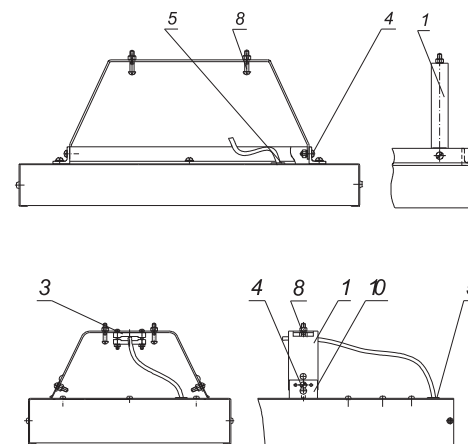

Рис. 4. Монтаж обогревателей IRH-3 и IRH-4
6.4.2 Расположить обогреватель панелью вниз. Для обогревателей IRH-3 и IRH-4 крепление кронштейнов предусмотрено к угольникам каркаса. С помощью крепежа поз. 4 закрепить кронштейны поз. 1 (рис. 4).